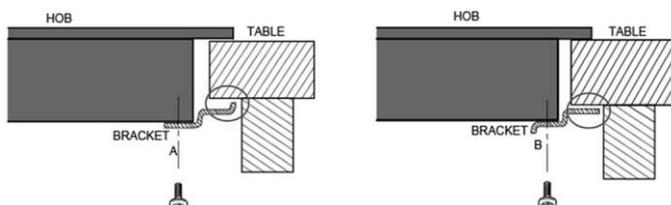

Рис. 6
6. Следите за тем, чтобы монтажные крепления после монтажа не касались внутренних поверхностей столешницы (см. рис. 6).